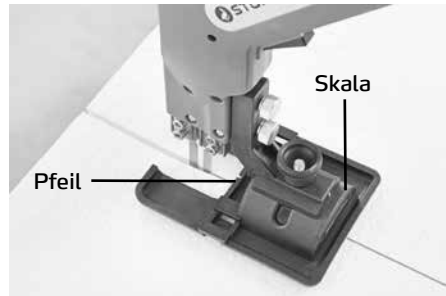

Abb. 1
- wobei einer zuvor auf die Platte aufgebrauchten Markierung (z.B. Bleistift-Strich) gefolgt wird (Abb. 1)
Zur Justierung und Wiederholung des Winkels, ist an der Schneideführung eine Strichskala mit einem Pfeil angebracht (Abb. 1).
Befestigen Sie die Schneideführung mit dem Montageadapter über die Rändelschraube, an der auch der Winkel zu beiden Seiten justiert und fixiert werden kann. Dann befestigen Sie die komplette Einheit mit den beiden Befestigungsschrauben an den dafür vorgesehenen Gewinden am Handschneider. Montage ohne Werkzeug (wie auf Abb. 1 zu sehen).